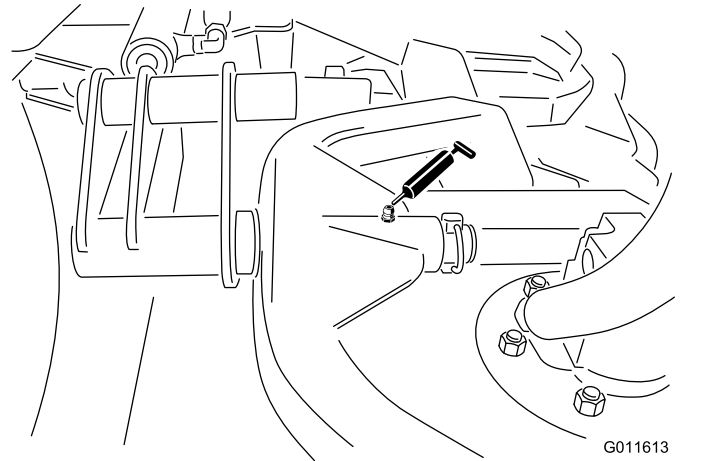

Figura 73
- Perno orientabile del telaio portante degli apparati di taglio (1 ciascuno) - Figura 73